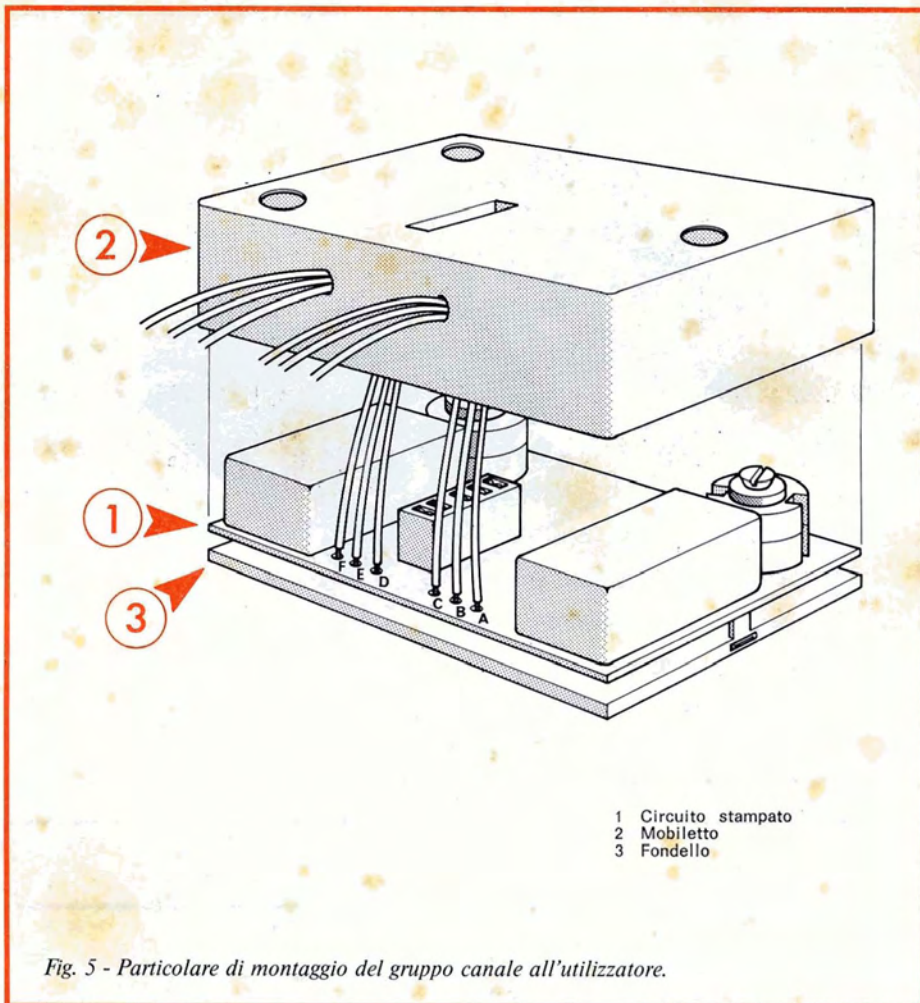

Fig. 5 - Particolare di montaggio del gruppo canale all'utilizzatore.
□ Montare i due relè (6). Data la asimmetria dei contatti, non c'è possibilità di errore nell'inserzione. Usare una particolare precauzione nella saldatura per non dissaldare i fili dei collegamenti interni delle bobine di eccitazione.
□ Infilare nella posizione indicata in figura il complesso così montato nel mobiletto (8) badando a far corrispondere il connettore alla feritoia appositamente predisposta. Chiudere con il fondello (9) che si blocca a scatto nel mobiletto stesso. Apposite forature sono previste sui fianchi del mobiletto per la regolazione di sensibilità, agendo sul Trimmer P1, e per l'uscita dei fili, saldati in corrispondenza ai contatti dei relè (piazzole A, B, C, D, E, F del circuito stampato) che si collegheranno all'utilizzatore - vedere fig. 5.